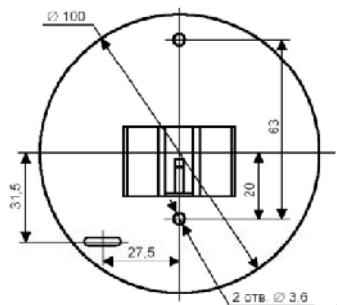

Рис.62. Схема разметки для установки РК-ПД
- произведите разметку согласно рис. 62.